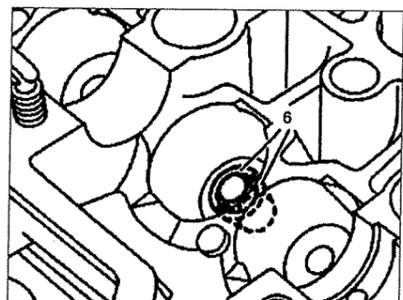

Рис. 2.46. Проверка установки сухарей клапана.
18. Проверьте правильность установки сухарей 6. Снимите шланг подачи воздуха с головки блока цилиндров с переходником (см.рис.2.46).